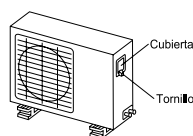

Ilustración 58
1. Retirar la cubierta plástica. (Ilustración 58)